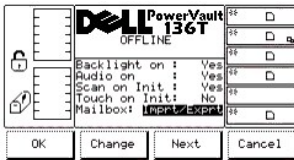

Abbildung 76. Dialogfeld "Setup" > "Utils" > "Config" > "Mailbox"
- 1 Wenn die Taste unter dem Softkey **Next** gedrückt wird, wird das nächste Feld der Liste zum aktiven Feld. Wenn das nächste Feld das letzte Feld ist, siehe Abbildung 76.